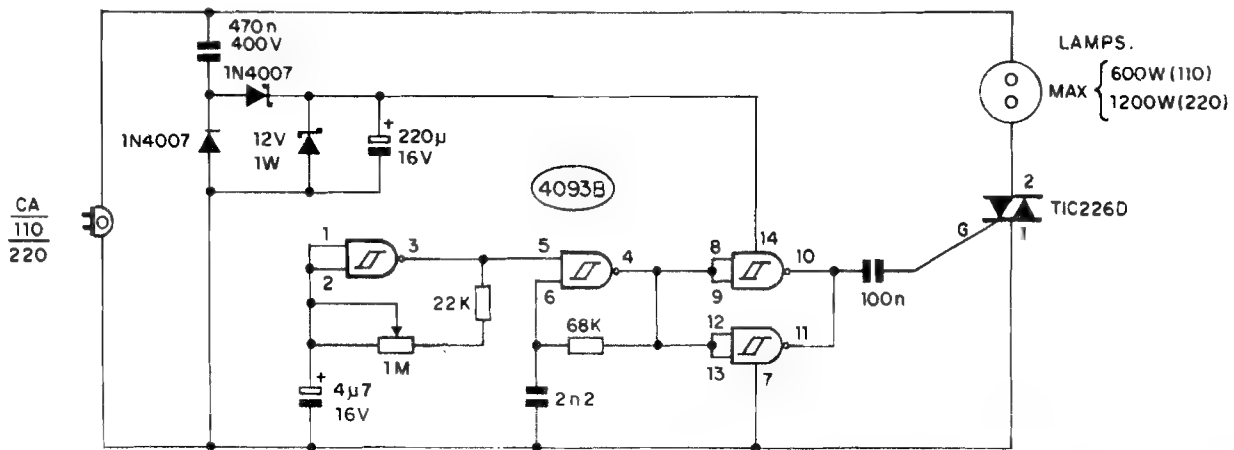

Fig.1
- **FIG. 1 - DIAGRAMA ESQUEMÁTICO DO CIRCUITO** - Usando justamente um Integrado Digital C.MOS com função Schmitt Trigger (um 4093, com 4 **gates** NAND de 2 Entradas cada...), além de alguns outros pequenos "truques" economizadores e simplificadores, foi possível obter um circuito de alto desempenho, porém de custo e complexidade "lá em baixo"... O **gate** delimitado pelos pinos 1-2-3, juntamente com o resistor fixo de 22K, mais o potenciômetro de 1M e o capacitor eletrolítico de 4u7, formam um **ASTÁVEL**, de Frequência baixa, ajustável em boa faixa pela ação do potenciômetro... A saída desse **ASTÁVEL** (pino 3) é oferecida como sinal de controle para a Entrada de Autorização de outro **ASTÁVEL**, este centrado no **gate** delimitado pelos pinos 4-5-6 e trabalhando (quando autorizado...) em Frequência bem mais alta,